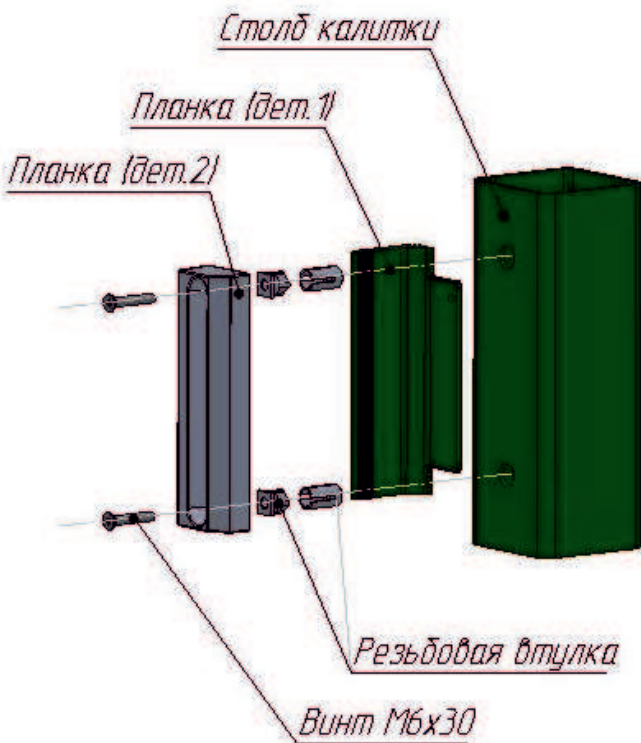

рис.4
2.4.2. Закрепить элементы притворной планки с помощью винтов М6х30 к притворному столбу калитки . (рис.4). Внешний вид притворного столба с закрепленной планкой будет выглядеть следующим образом: